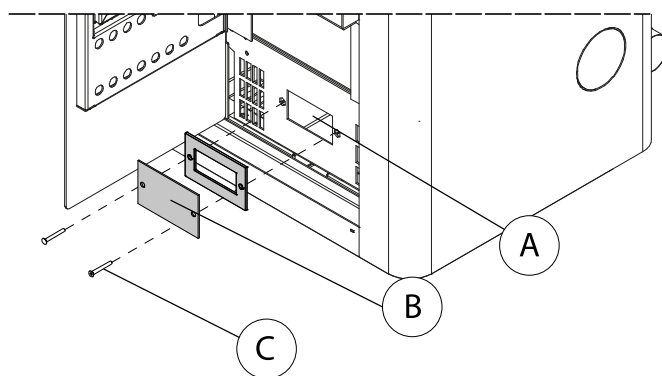

Fig. 6.1.2
- Für einen einfachen Zugang zum Ventilator (A) entfernen Sie einfach den Deckel (B) mit der entsprechenden Dichtung mit den beiden Schrauben (C) (Abb. 6.1.2).